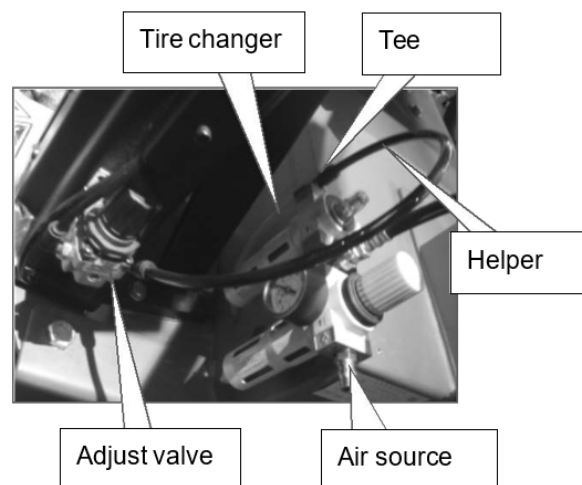

FIG 8
4.2.6 Afmonter udgangsslangen fra luftregulatoren og forbind Y-Tee og udgangen ved hjælp af en kort $\Phi 8$ PU slange. Den afmonterede slange forbindes til den anden ende (FIG8).
- Som vist i FIG8, justér monteringshullet på dækaftagerarmen (FIG8-1) med monteringshullet på dækaftagerarmens beslag (FIG8-2), indsæt akselbolten (FIG8-3), og spænd derefter låsemøtrikken (FIG8-4).